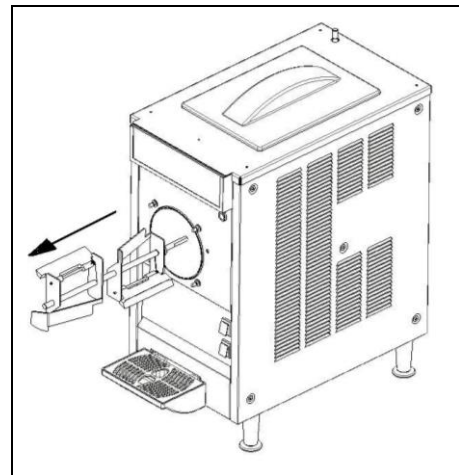

Fig. 18
- Estrarre la spirale di miscelazione (fig.18).